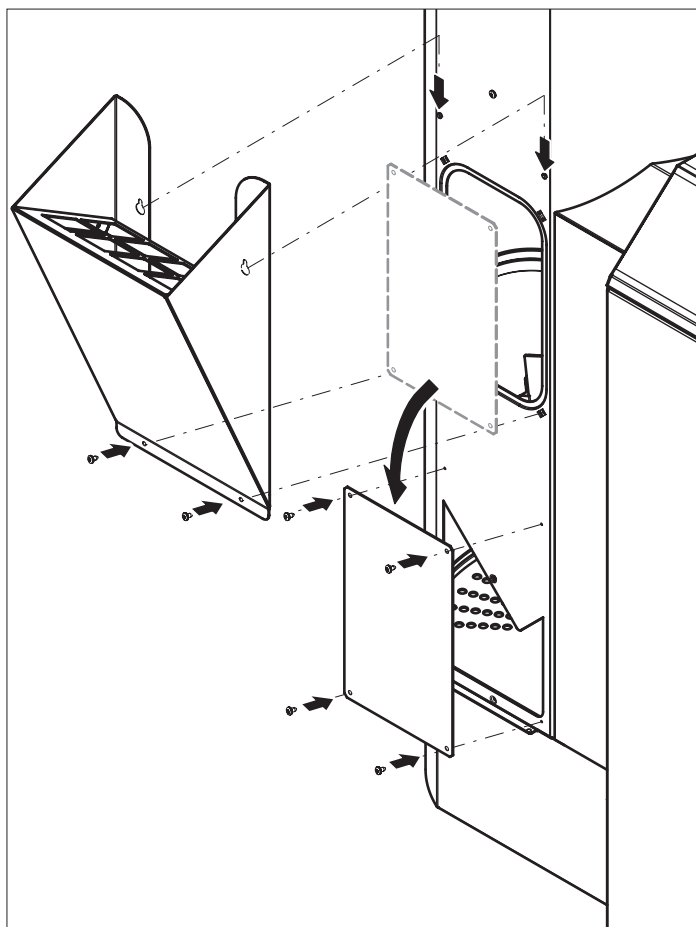

Fig. 64 Montare il contenitore pellet e il coperchio di revisione
- inserire i pellet nella stiva attraverso l'apertura di revisione con un piccolo secchio o una paletta, oppure fissare il contenitore pellet (accessorio – Contenitore pellet provvisorio o per il riempimento manuale della stiva, quando il convogliamento non è ancora terminato.) e inserire i pellet – Fig. 64.
- Montare il coperchio di revisione come protezione dal contatto davanti all'apertura della coclea di alimentazione – Fig. 64.